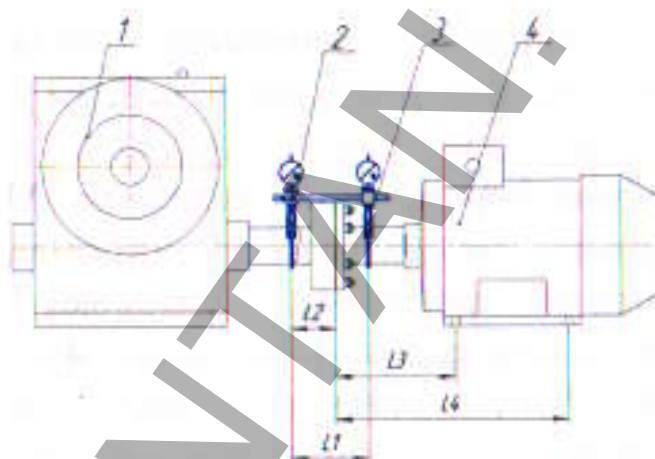

Рис.4
размеры $L1...L4$ указаны на рис.4, размеры $L1...L5$ указаны на рис.6;
2.6. Проверка центровки по программе «Центровка 1» (рис.4).